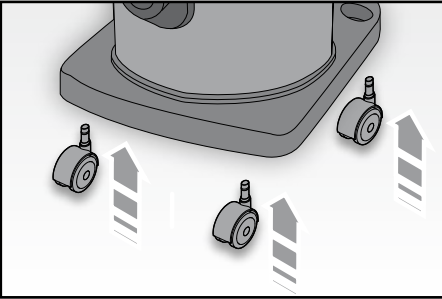

Fig. 2
- Inserire le ruote girevoli (S) negli appositi alloggiamenti situati nella parte inferiore dell'apparecchio e bloccarle premendole fino a sentire uno scatto (FIG. 2).